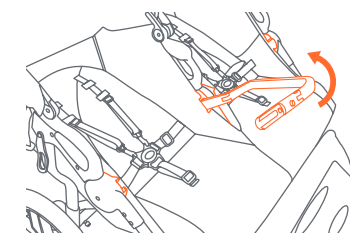

Fig. 10b
• Para quitar la barra parachoques, oprima el botón de liberación que está en la parte inferior de la barra y tire de la barra hacia fuera del anclaje. Quite la barra para acceder al asiento (Fig. 10b).